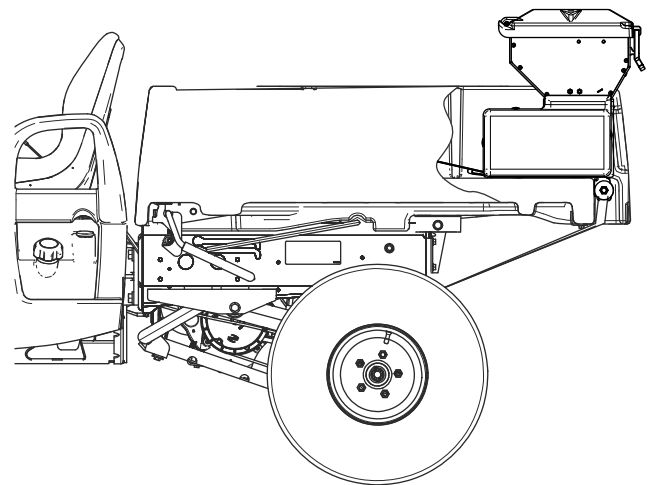

Bild 26
2. Schieben Sie den Streuer auf die Ladepritsche des Nutzfahrzeugs, bis die Anschläge die Ladepritsche berühren (Bild 26).